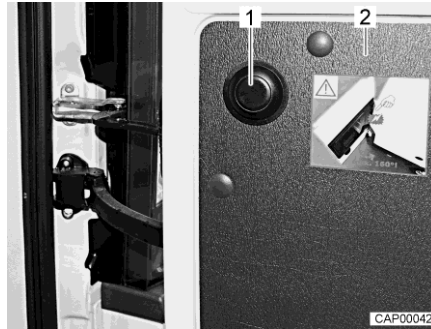

Fig. 10 Pulsador para desbloquear el límite
- Abrir la puerta trasera (Fig. 10,2) hasta el tope.
- Pulsar el pulsador (Fig. 10,1), sujetar la puerta trasera y continuar abriéndola con precaución.